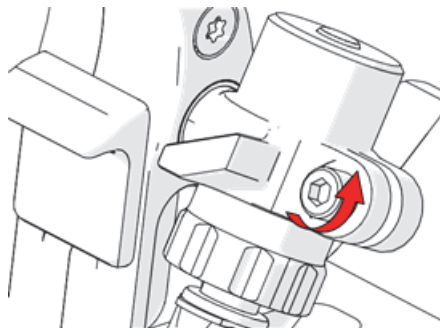

Figura 1-40 Desbloqueo del cilindro de tensión de la rueda de conducción
1. Desbloquee el mecanismo de seguridad para cambiar el ajuste predeterminado en el cilindro de tensión de la rueda de conducción con un des[a]tornillador hexagonal de 4 mm (ver Figura 1-40 en la página 56).
4. Fije el mecanismo de seguridad en el cilindro de tensión de la rueda de conducción con un des[~~a~~]tornillador hexagonal de 4 mm (ver Figura 1-40 en la página 56).